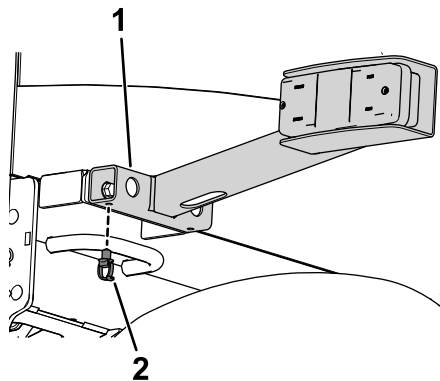

Figure 17
8. Insérez un clip serre-câble dans le trou arrière du feu arrière droit (Figure 17).